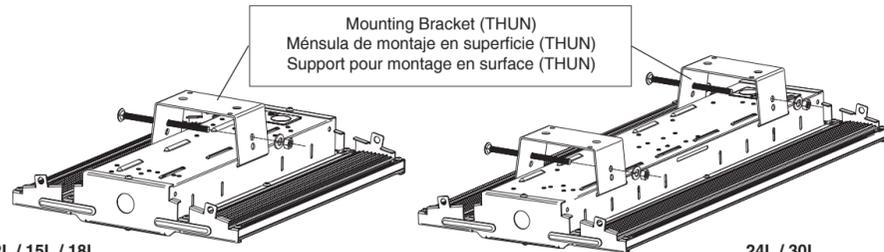

Figure 4
- Installer l'écrou fourni ainsi que la rondelle de sécurité. Visser correctement l'écrou afin de sécuriser le support THUN autour du canal central. **Voir la fig 4.**
- 3) Install supplied nut and lock-washer. Properly tighten nut to secure THUN bracket around center channel- **See Fig 4.**
- 3) Instale la tuerca y la arandela de seguridad suministradas. Ajuste adecuadamente la tuerca para asegurar la ménsula THUN alrededor del canal central. **Ver Fig. 4.**